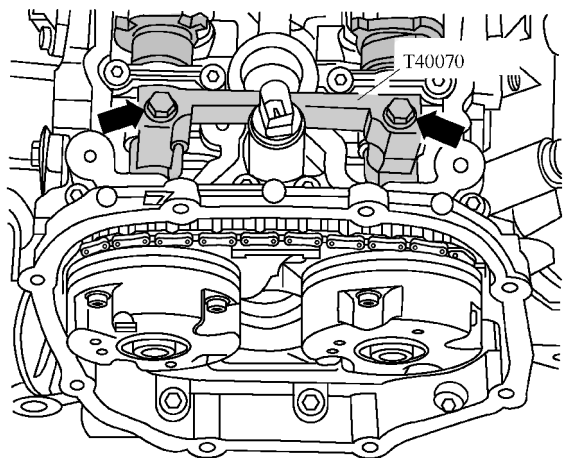

图 1-3-54 将凸轮轴固定装置 T40070
(4) 如图 1-3-54 所示，将凸轮轴固定装置 T40070 安装到两个气缸盖上，并用 $20\text{N} \cdot \text{m}$ 的力矩拧紧螺栓(箭头)。若对着气缸盖螺栓的孔仍是空的，则说明凸轮轴固定装置 T40070 安装正确。
(12) 如图 1-3-54 所示, 将凸轮轴固定装置 T40070 安装到两个气缸盖上并用 $20\text{N} \cdot \text{m}$ 的力矩拧紧螺栓(箭头所示)。若对着气缸盖螺栓的孔仍是空的, 则说明凸轮轴固定装置 T40070 安装正确。
2) 如图 1-3-54 所示，将凸轮轴固定装置 T40070 安装到两个气缸盖上并用 $25\text{N} \cdot \text{m}$ 的力矩拧紧螺栓。若对着气缸盖螺栓的孔仍是空的，则说明凸轮轴固定装置 T40070 安装正确。